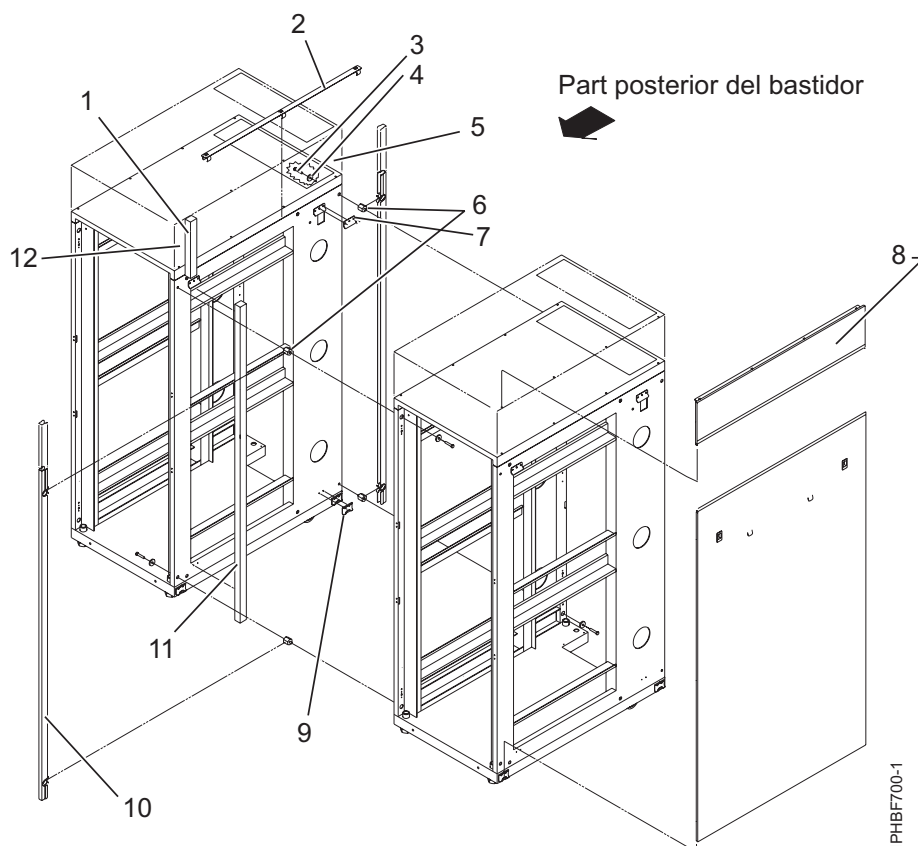

Figura 32. Treure els panells laterals, les peces de subjecció Z i J i instal·lar els empalmaments i la tira d'escuma llarga per connectar diversos bastidors
4. Instal·leu els dos primers empalmaments als cantons superior esquerre i inferior dret del primer bastidor, com es mostra a la Figura 32.
5. Instal·leu els dos segons empalmaments als cantons superior esquerre i inferior dret del segon bastidor, com es mostra a la Figura 32.
6. Enganxeu la tira d'escuma llarga com es mostra a la Figura 32. Per a un bastidor model T42, uniu la tira d'escuma curta amb el final de la tira d'escuma llarga i enganxeu-la al llarg del xassís del bastidor.